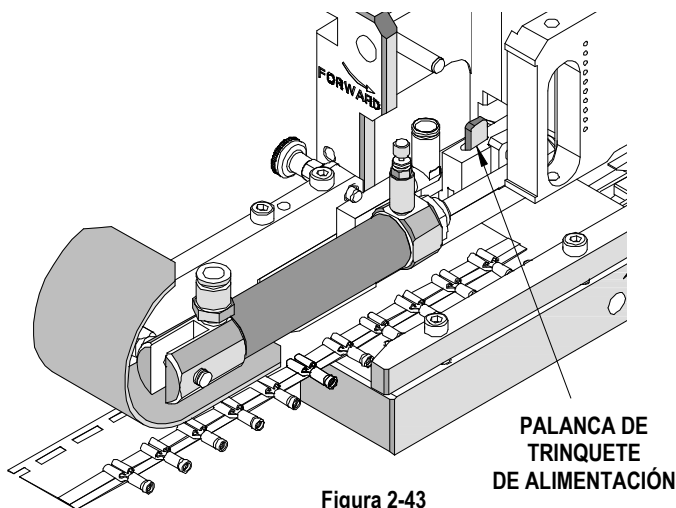

Figura 2-43
- 5 Para descargar la cinta, eleve primero el arrastre de la cinta. Después levante el trinquete de alimentación empujando hacia atrás la palanca del trinquete de alimentación. Al levantar los trinquetes de alimentación, tire de la cinta hacia atrás a través del riel guía. Véase la figura 2-43.